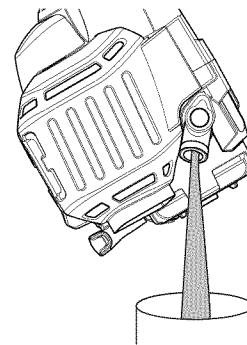

Fig. 21
3. Incline la unidad verticalmente para verter el aceite fuera del orificio de llenado de aceite y al interior del recipiente (Fig. 21). Deje bastante tiempo para que se drene completamente.